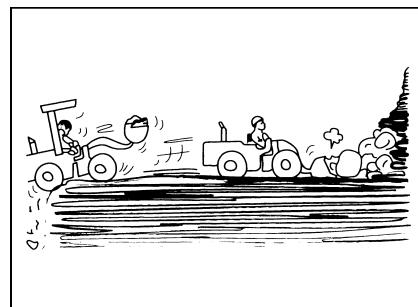

Рис. 1-91
- Перед началом движения задним ходом следует внимательно следить за задней зоной погрузчика (рис. 1-91).